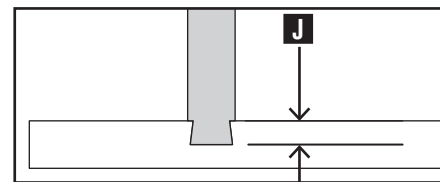

Fig. H8
REMARQUE : ne pas sélectionner une profondeur de coupe de fraise (J), fig. H8, plus importante que la moitié de l'épaisseur de la planche à rainurer.